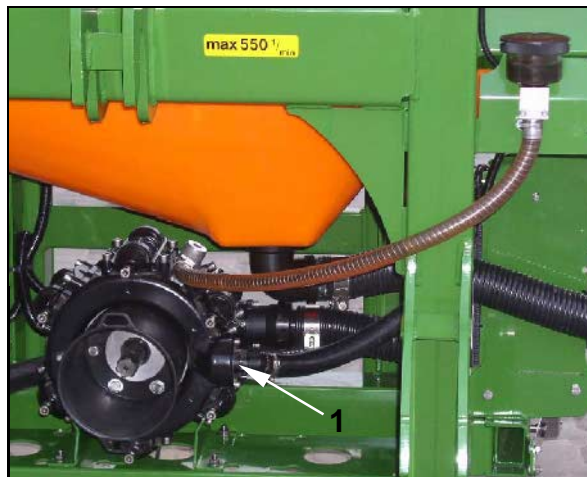

Fig. 226
9. Demontieren Sie den Druckschlauch (Fig. 226/1) der Pumpe, so dass restliche Wassermengen aus Druckschlauch und VARIO-Schaltung-Druckseite ausfließen können.